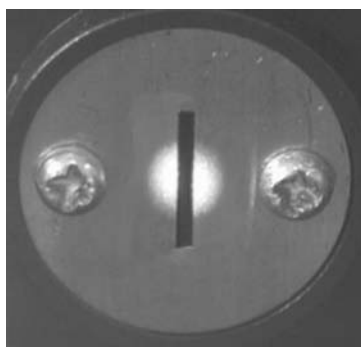

图 5 光斑在入狭缝上正确位置示意图
- 3) 旋转氙灯, 观察紫外光束经反射镜后应充满入射狭缝 (从仪器后面观察) (见图 5), 并将紧固螺栓旋紧。